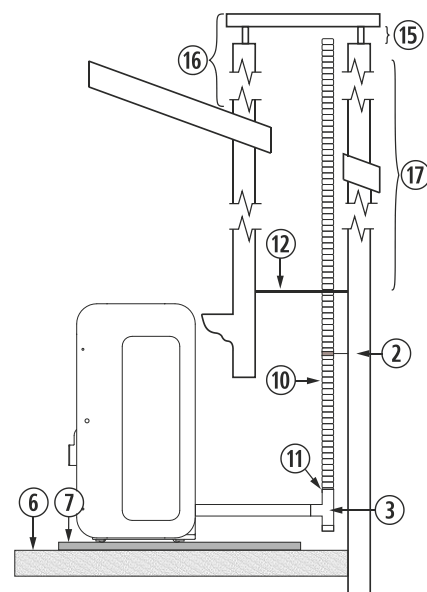

Figura 15
4.28. L'installazione di una stufa ad incasso in un caminetto può essere realizzata in completa totalità in un tubo flessibile, così come è indicato nella *figura 15*. Dobbiamo prestare speciale attenzione al momento di realizzare l'isolamento tra il caminetto e il tubo di fuoriuscita di gas per evitare possibili arretramenti di gas in caso di tormenta.
②	Collare di fissaggio in acciaio inox.
③	Giunto a "T" a 90° con filtro.
⑥	Pavimento in legno.
⑦	Protezione non infiammabile.
⑩	Tubo in acciaio inossidabile flessibile.
⑪	Manicotto d'unione tra flessibile e rigido.
⑫	Isolante anti -arretramento.
⑮	Minimo 200mm.
⑯	Deve superare di 1 metro il tetto.
⑰	Se superiore a 8m aumentare le dimensioni.